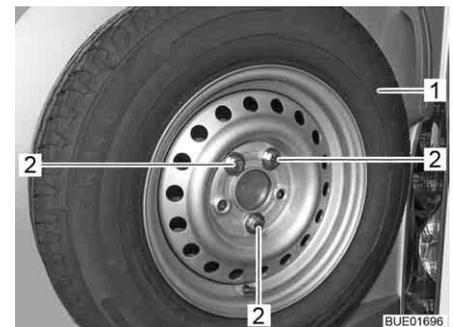

Fig. 233 Fixation de la roue de secours
- Dévisser trois vis de fixation (Fig. 233,2).
- Retirer la roue de secours (Fig. 233,1).